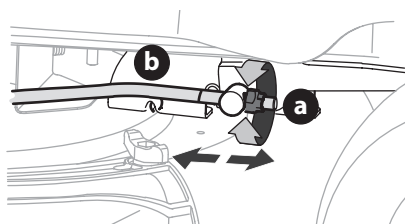

Figure 31
3. Repérez l'écrou autobloquant à bride (a) sur la partie avant de la tige de relevage de la prise de force (b) (Figure 31).
- Serrez l'écrou (a) pour relever l'avant du plateau de coupe (Figure 31).
- Desserrez l'écrou (a) pour abaisser l'avant du plateau de coupe (Figure 31).